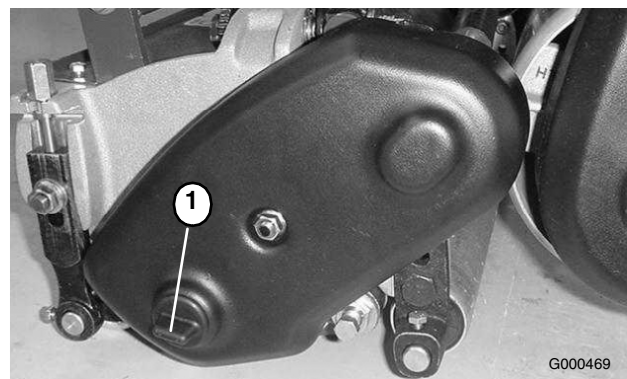

Figure 56
1. Retirez le bouchon du couvercle de l'entraînement du cylindre du côté gauche de l'ensemble cylindre (Figure 56)